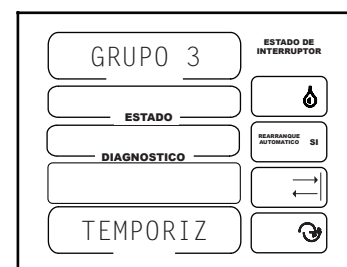

Figura 35-1
2. El GRUPO 3 de configuración aparece en la pantalla. Vea la Figura 35-1.